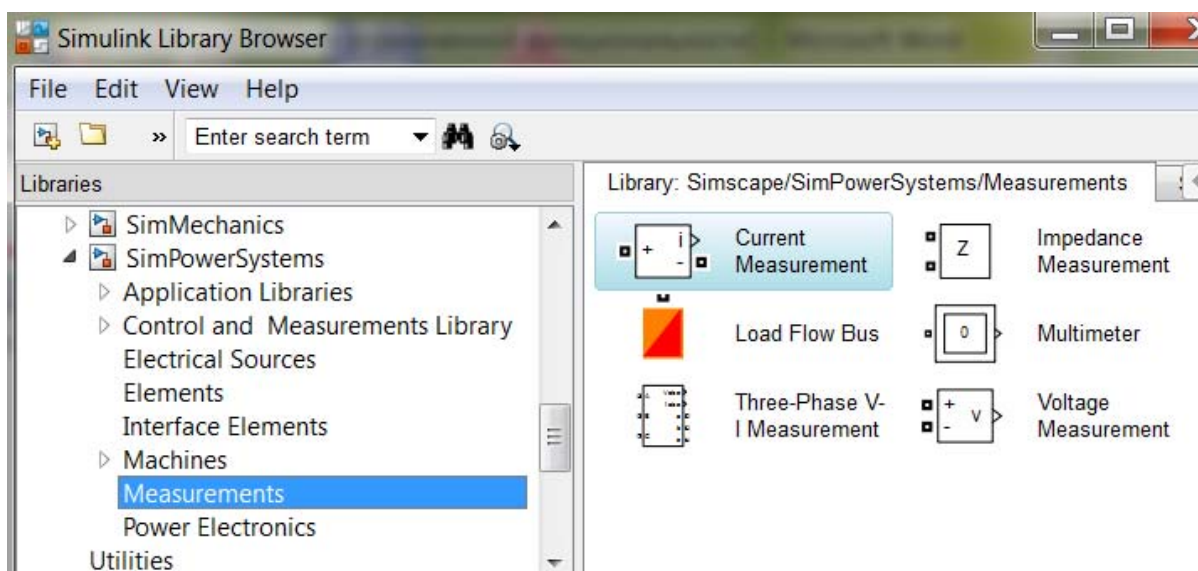

Рисунок 5.20
– в разделе **Measurements** (рисунок 5.20) размещаются блоки-измерители, имеющие p -входы и m -выходы (амперметры **Current Measurement**, вольтметры **Voltage Measurement** и т.д.). Эти блоки имеют p -входы для подключения измерителя к электрической цепи, а также по одному m -выходу (в блоке амперметра он обозначен «i», а в блоке вольтметра – «v»);